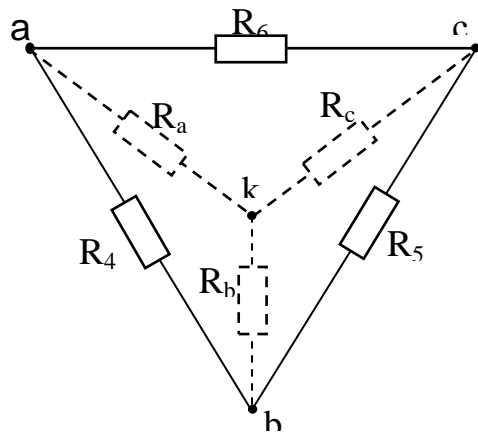

Рис. 2
3. Проверим правильность решения, применив метод узлового напряжения. Для этого упростим схему, заменив треугольник сопротивлений R_4, R_5, R_6 эквивалентной звездой (см. рис.2).